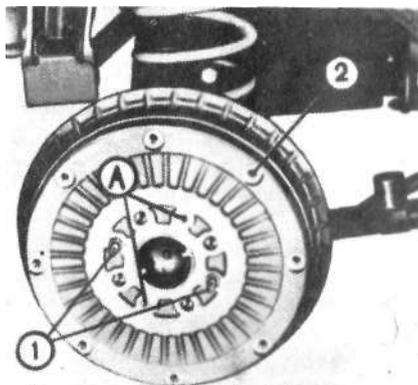

Рис. 59. Тормозной барабан
- снимите тормозной барабан 2 (рис. 59), для чего отверните два болта 1, вставьте их в технологические отверстия «А» и завертывайте до отделения барабана.